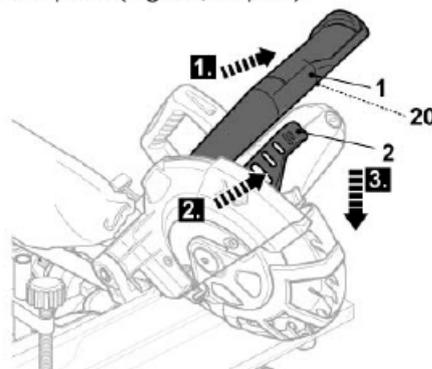

Fig. 53
- > Tenez solidement la poignée [1] et appuyez sur le bouton marche/arrêt [20] (Fig. 53, étape 1). Attendez que la lame tourne à sa vitesse maximale.
- > Appuyez sur la manette de retrait du capot [2] (Fig. 53, étape 2) et faites descendre lentement la lame dans la pièce (Fig. 53, étape 3).